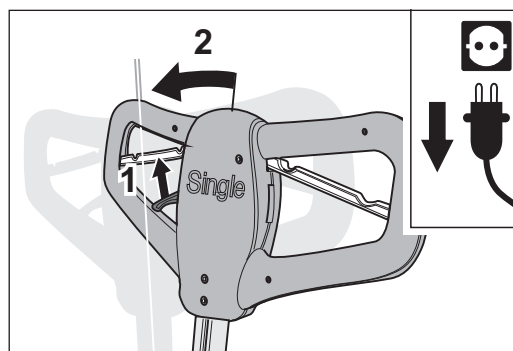

Abb. 18 Am Verstellhebel ziehen um die Verriegelung zu lösen (1) und den Stiel bis zum Anschlag hochstellen (2).
- 2 Ziehen Sie den Verstellhebel am Handgriff nach oben, um die Verriegelung des Stiels zu lösen (Abb. 18, 1). Stellen Sie den Stiel über die senkrechte Position hinaus bis zum Anschlag hochstellen (Abb. 18, 2).
- 2 Ziehen Sie den Verstellhebel am Handgriff nach oben, um die Verriegelung des Stiels zu lösen (Abb. 18, 1) und stellen Sie den Stiel über die senkrechte Position hinaus bis zum Anschlag (Abb. 18, 2).